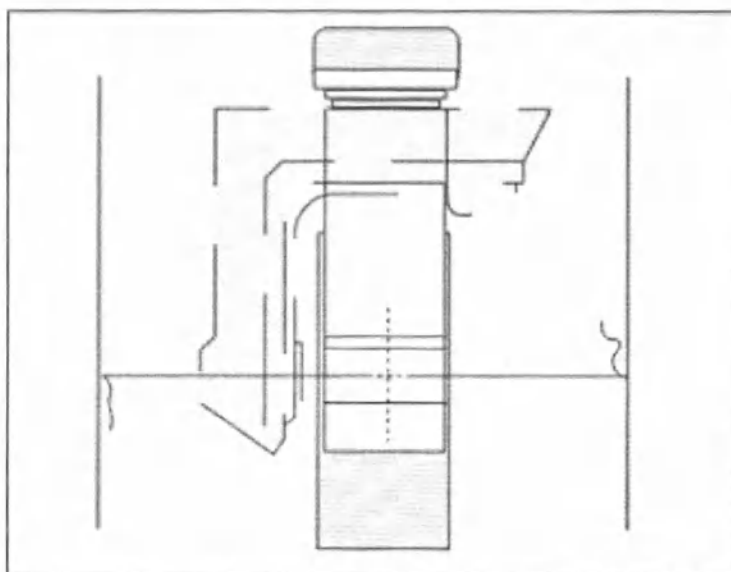

Рисунок 2-2 – Протяжка нитки по помещению
- i. Протяните нитку до каждой стены, пока полученная тень не выровняется с проекцией перекрестья (см. *Рисунок 2-2 – Протяжка нитки по помещению*).